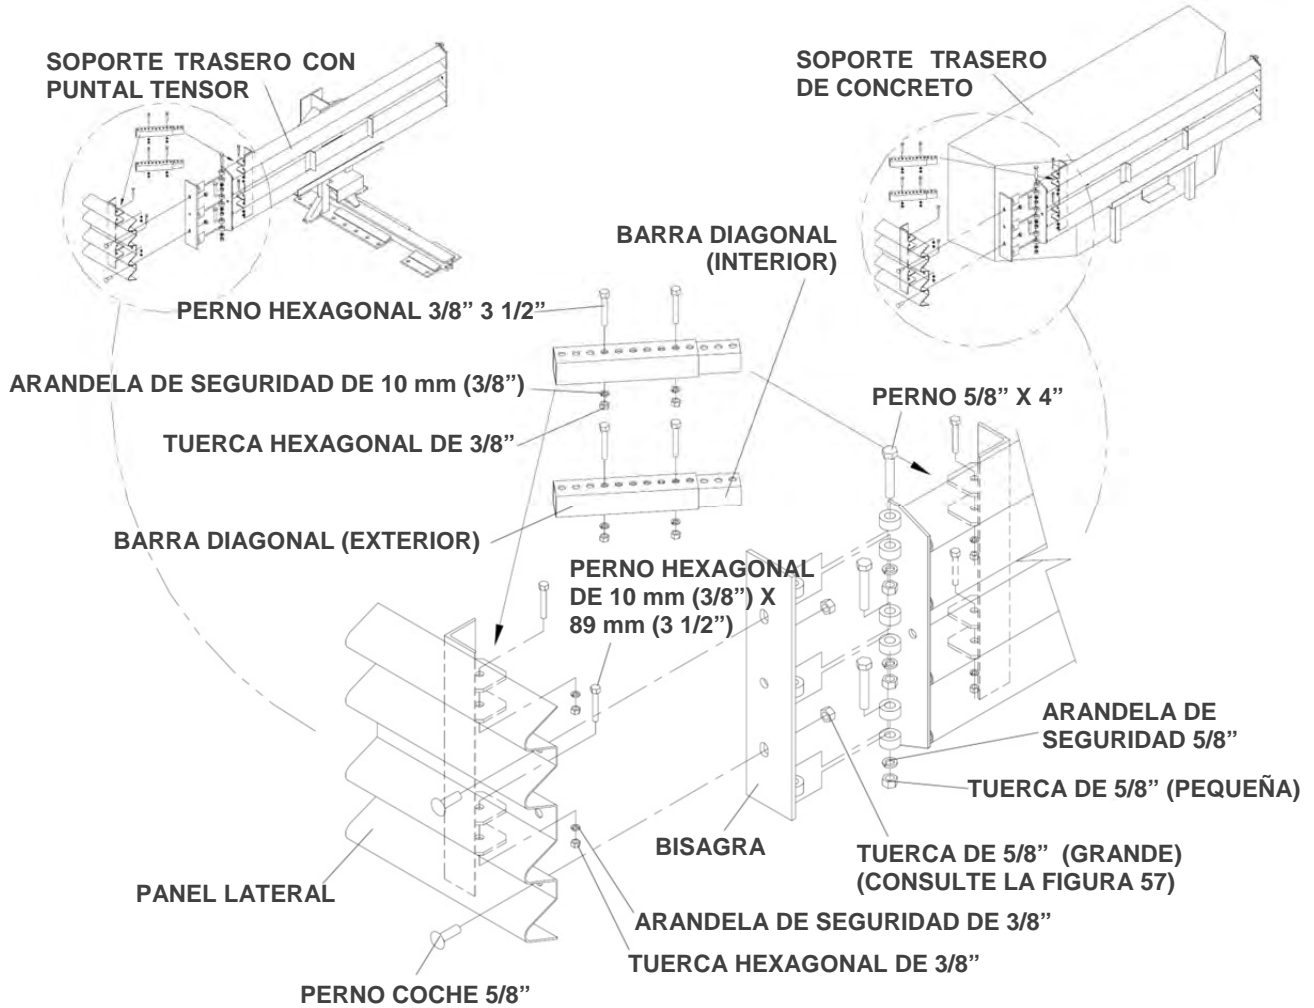

Figura 53
- Coloque el ensamblaje del panel de transición o del panel lateral al lateral del soporte trasero usando un perno hexagonal de 5/8", una arandela de seguridad de 5/8" y una tuerca hexagonal de 5/8" (tres lugares a cada lado del soporte) (consulte la Figura 53 en la página 43).
- Fije cada barra diagonal con un perno hexagonal de 3/8", una arandela de seguridad de 3/8" y una tuerca hexagonal de 3/8" (dos [2] lugares por barra) según se indica en la Figura 53.